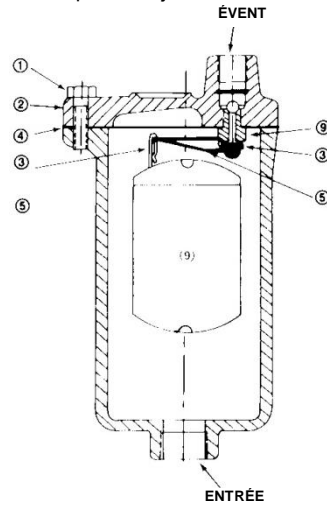
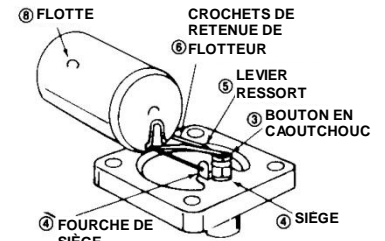

FIG. 1
FIG. 2
1. Retirer les quatre vis à capuchon qui fixent le couvercle au corps. (Article 1, Fig. 1)
2. Retirer le couvercle du corps en s'assurant de ne pas endommager les surfaces du joint d'étanchéité sur le couvercle ou le corps. (Article 2, Fig. 1)
3. Inspecter si le bouton en caoutchouc et sa surface de montage est en bon état ou s'il y a des matériaux étrangers. (Articles 3 et 4, Fig. 1 ou 2) Si le bouton en caoutchouc est endommagé ou détérioré, le levier et le bouton doivent être remplacés.
4. Le levier ressort et le bouton s'enlèvent en sortant les fils externes du levier ressort des trous dans la fourchette du siège. (Articles 5 et 8, Fig. 2) (Voir Fig. 1 Note). Ensuite, retirer le levier ressort et le bouton du flotteur en le tirant à travers les crochets de retenue. (Article 6, Fig. 1 ou 2).
6. Nettoyer soigneusement les surfaces du joint d'étanchéité et installer un joint d'étanchéité neuf. (Article 7, Fig. 1)